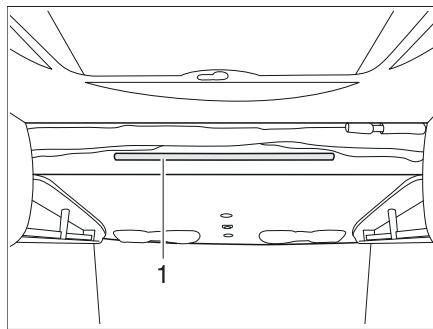

Fig. 149 Cama elevada eléctrica
- Enganchar la escalera de ascenso en la barra de soporte (Fig. 149,1) de la cama elevada con los dos ganchos.